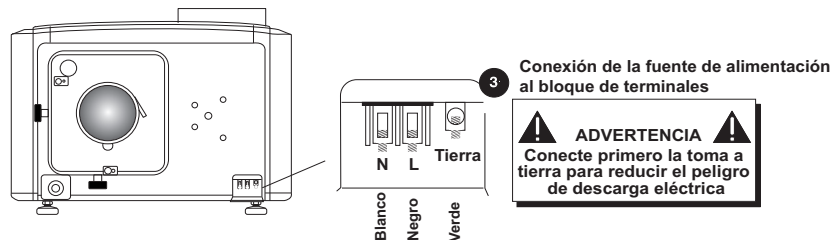

Figura 2-15 Pasos para conectar la corriente alterna al bloque de
3. Conecte la fuente de suministro eléctrico de corriente alterna al bloque de terminales, comenzando por el cable de tierra. Consulte la **Figura 2-15** para obtener información detallada sobre el cableado. Apriete los tornillos bien.